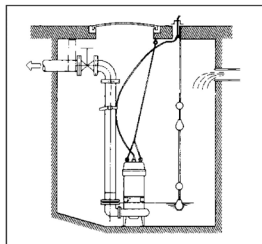

Fig. 1
- (1) Limpie el sitio de instalación.
- (2) El cable eléctrico no debe sufrir ningún tipo de tracción mientras la bomba está siendo transportada o instalada.
- (3) Certifique que la bomba será instalada verticalmente en una base estable y nivelada.
- (4) Instale la bomba en un lugar dentro de la estación donde la turbulencia sea mínima.
- (5) En caso de que exista algún tipo de flujo de líquido dentro del tanque, fije el cable eléctrico en un lugar apropiado (consulte la fig. 1).
- (6) Instale la tubería de manera que no se produzca entrada de aire. Si la tubería tiene que instalarse de manera que sea inevitable la entrada de burbujas de aire, instale una válvula de alivio de aire en la línea.
- (7) No permita que el final de la tubería de descarga quede sumergida. Esto puede provocar contraflujo cuando se detiene la bomba y dañar la bomba.
- (8) Las bombas DG (todas) y BST/TSBT (trifásicas) no poseen sistema automático de control de nivel basado en boyas. No opere la bomba durante mucho tiempo con un nivel de agua bajo, cerca del nivel mínimo. Si esto sucede, el motor puede sobrecalentarse y activarse el protector térmico.